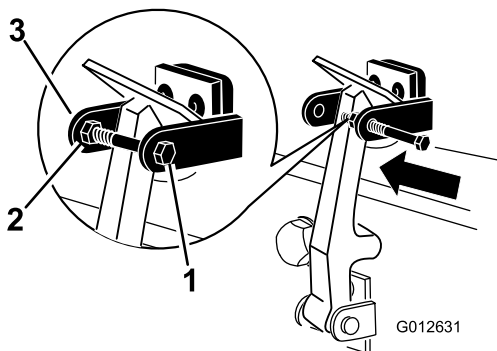

Рисунок 6
- Вверните болт в другой рычаг кронштейна защелки капота для фиксации защелки в надлежащем положении (Рисунок 6). Надежно затяните болт, но гайку не затягивайте.